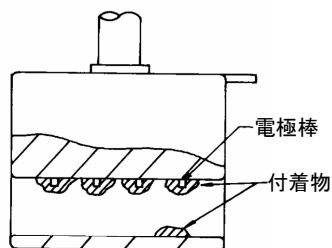

図19 電極付着物の点検
- 電極筒内部および電極棒に付着物があるかどうか点検してください。ただし、電極棒の付着物は目に見えない場合がありますので、洗浄してください。（図19）